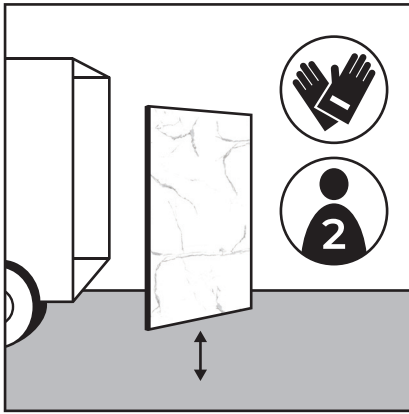

Figure 1
2. Porter les panneaux Kobert-In en pièces détachées à l'aide de deux personnes (Figure 1).